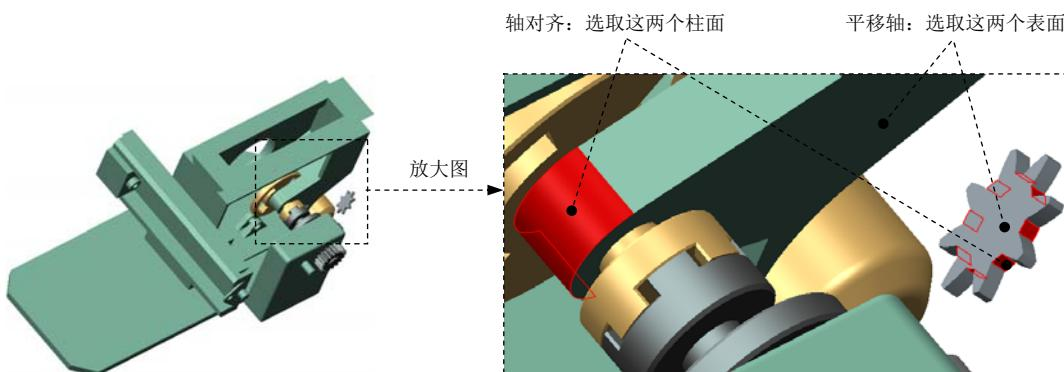
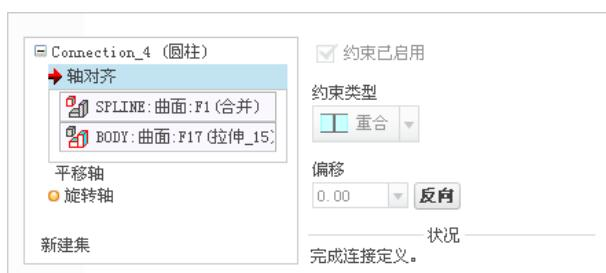

图 9.6.29 创建圆柱 (Cylinder) 连接
图 9.6.30 “放置”界面
Step9. 引入元件 SPLINE.prt，并将其调整到图 9.6.29 所示的位置。
- (1) 在连接列表中选取 圆柱 选项，此时系统弹出“元件放置”操控板，单击操控板菜单中的 **放置** 选项卡。
- (2) 定义“轴对齐”约束。分别选取图 9.6.29 所示的两个柱面为“轴对齐”约束参考，此时 **放置** 界面如图 9.6.30 所示。
- (3) 设置平移轴参考。在 **放置** 界面中单击 平移轴 选项，选取图 9.6.29 所示的两个平面为平移轴参考。